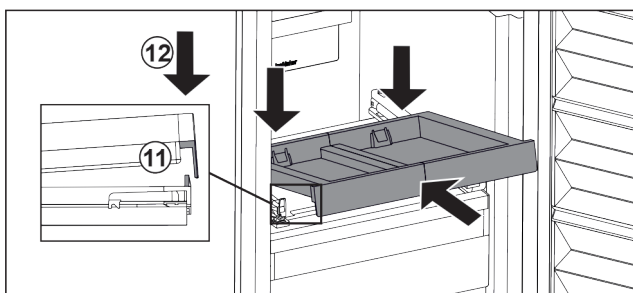

Fig. 100
- ▶ 倾斜推入。确保两侧的挡块位于卡舌后面。Fig. 100 (11)
- ▶ 放下拉出式搁板前部。Fig. 100 (12)